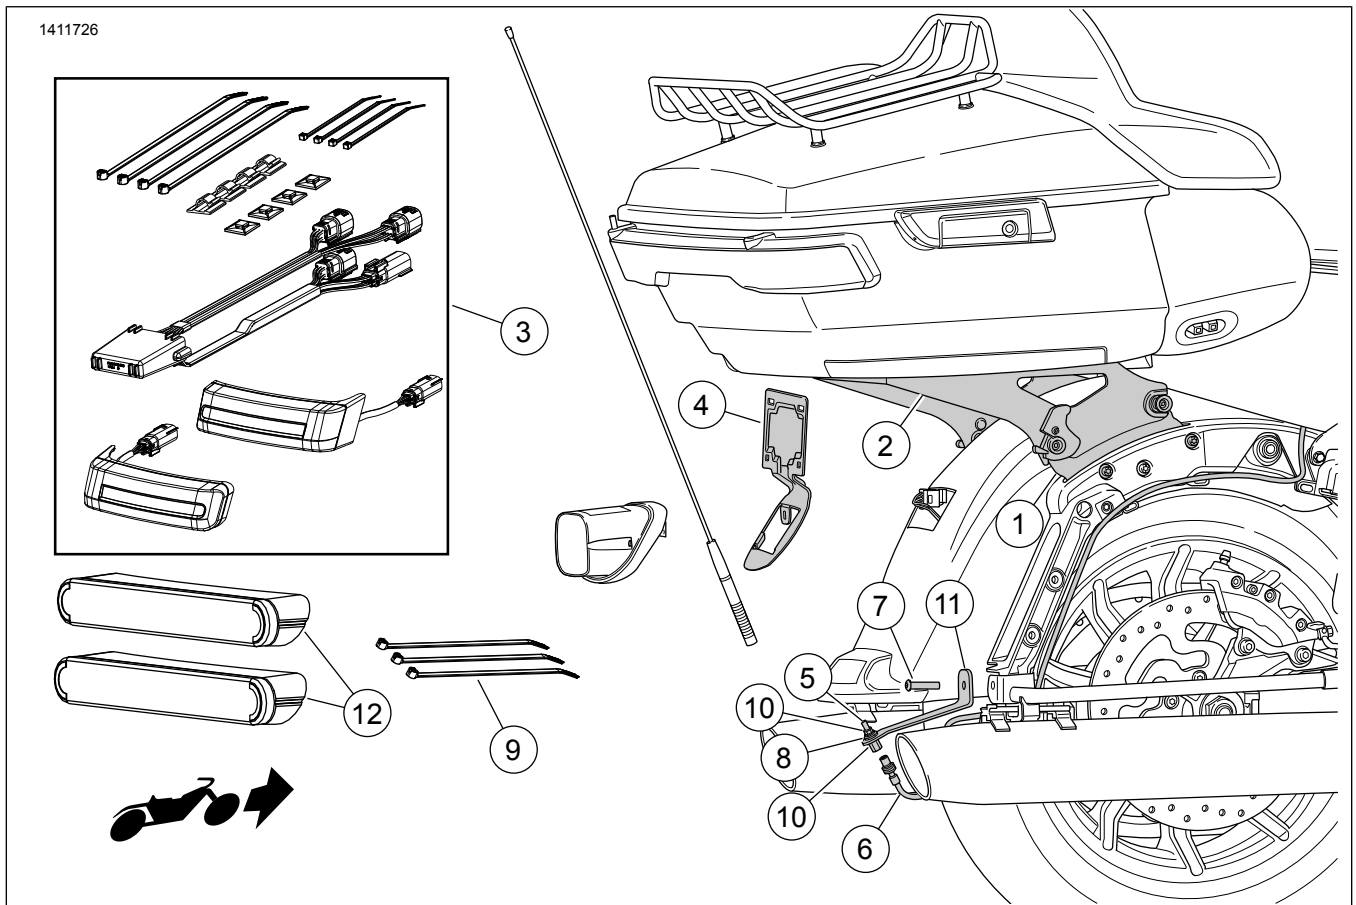

Figure 1. Contenu du kit : Support de fixation TOUR-PAK amovible
- e. Installez le mât de l'antenne primaire (Assemblage de joints) (6) sur l'extension du câble de l'antenne.
Voir Figure 1 . Marquer l'emplacement des réflecteurs (12).